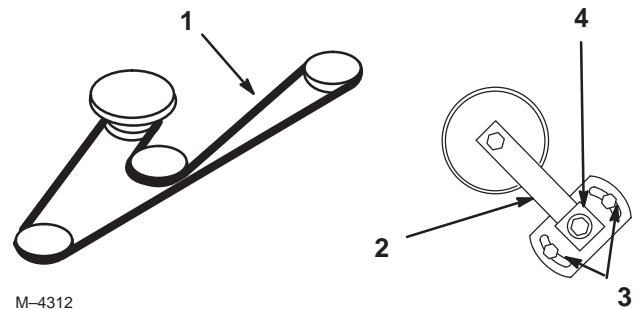

Figure 64
3. Desserrez les deux écrous de fixation de la plaque du bras de tension et déplacez ce dernier pour détendre la courroie sur la poulie de tension. Déposez la courroie usée du plateau de coupe (Fig. 64).
4. Installez une courroie neuve autour des poulies d'axe, du guide-courroie, de la poulie de tension et dans la gorge inférieure de la poulie d'axe centrale (Fig. 64).